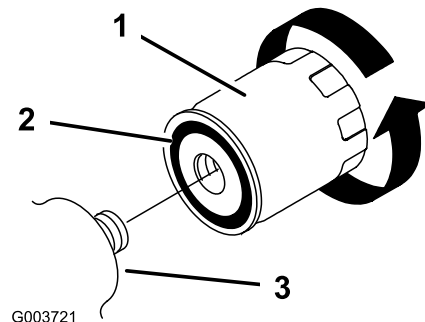

Bild 38
5. Entfernen Sie den alten Filter (Bild 38) und wischen Sie die Kontaktfläche am Filteradapter ab.
6. Ölen Sie die Gummidichtung am Ersatzfilter leicht mit Frischöl ein (Bild 38).
7. Drehen Sie den Austauschfilter auf den Filteradapter auf (Bild 38). Ziehen Sie ihn nach rechts fest, bis die Gummidichtung den Filteradapter berührt. Ziehen Sie ihn dann um eine weitere halbe Umdrehung an.